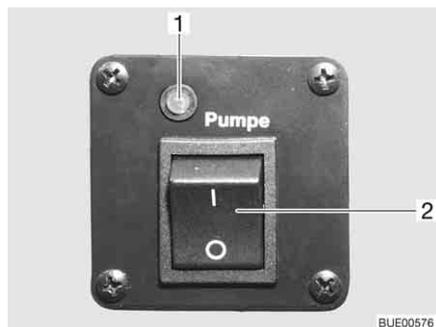

Bild 144 Schalter für Wasserpumpe
- Den Kippschalter (Bild 144,2) oben drücken. Die Kontroll-Leuchte (Bild 144,1) leuchtet.
- Den Kippschalter (Bild 144,2) unten drücken. Die Kontroll-Leuchte (Bild 144,1) erlischt.